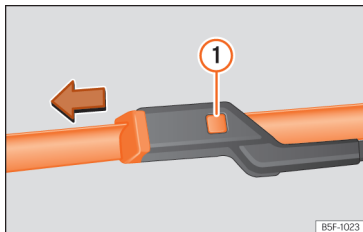

Рис. 214 Заміна щіток переднього склоочисника.
- Натисніть кнопку >>> **рис. 214** ① і легко потягніть щітку в напрямку стрілки.